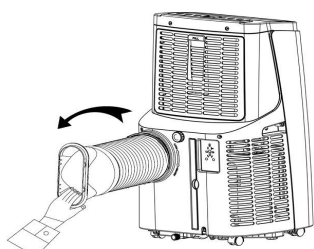

Figure 1
- Placez l'unité sur un terrain plat, sec et loin d'autres objets ou entourant les murs d'au moins 50 cm attente. (Figure 1)
(fig.1)
- Montage de la manchette* et du bec de canard, le bec de canard (14) se visse dans le sens inverse des aiguilles d'une montre sur la manchette d'évacuation (13)
- Monter l'ensemble sur l'orifice d'échappement (7) derrière le climatiseur, l'ensemble se visse dans le sens inverse des aiguilles d'une montre (voir figure 1)
* Sur certains modèles le raccord de la manchette (13) (branchement arrière du climatiseur), peut ne pas être monté sur la gaine de rejet, dans ces cas là visser le raccord sur la gaine dans le sens inverse des aiguilles d'une montre avant de le fixer sur l'arrière du climatiseur